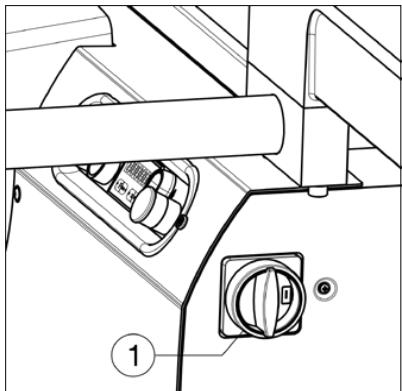

Fig.4
- De hoofdschakelaar (fig.4,1), die afgesloten kan worden, op "1" draaien om de machine onder stroom te plaatsen.